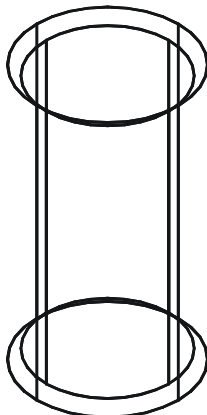

图 9-4-2
STEP 02 把视图转到东北等轴测视图，用 SOLIDEDIT 命令对圆柱进行抽壳，创建一厚度为 10mm 的圆柱体型壳，如图 9-4-2 所示。具体操作如下：